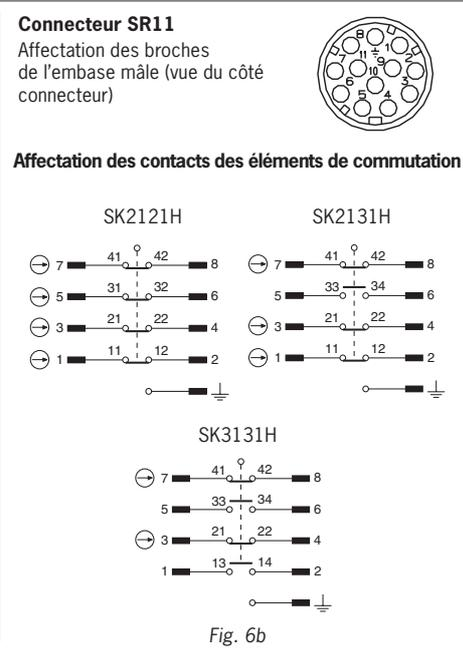

Fig. 6b
- ▶ Pour l'affectation des broches, voir figure 6b.